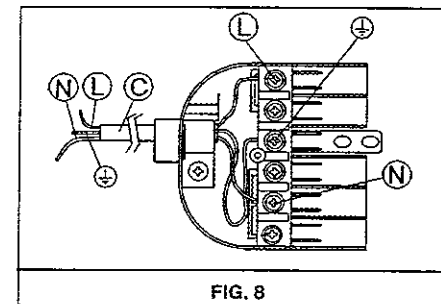

FIG. 8
- Si l'appareil n'est pas doté du câble d'alimentation, branchez un câble de section adéquate (voir tableau nelle pages suivantes) à la boîte à bornes en vous assurant que le conducteur de mise à la terre est plus long que les conducteurs de phase et en suivant le schéma fig. 8.
- Montez (si besoin est) une fiche normalisée sur le câble d'alimentation "C" en vous assurant qu'elle est adaptée à la charge indiquée sur l'étiquette signalétique. Branchez les conducteurs en suivant le schéma, fig. 8 et en respectant les indications suivantes: